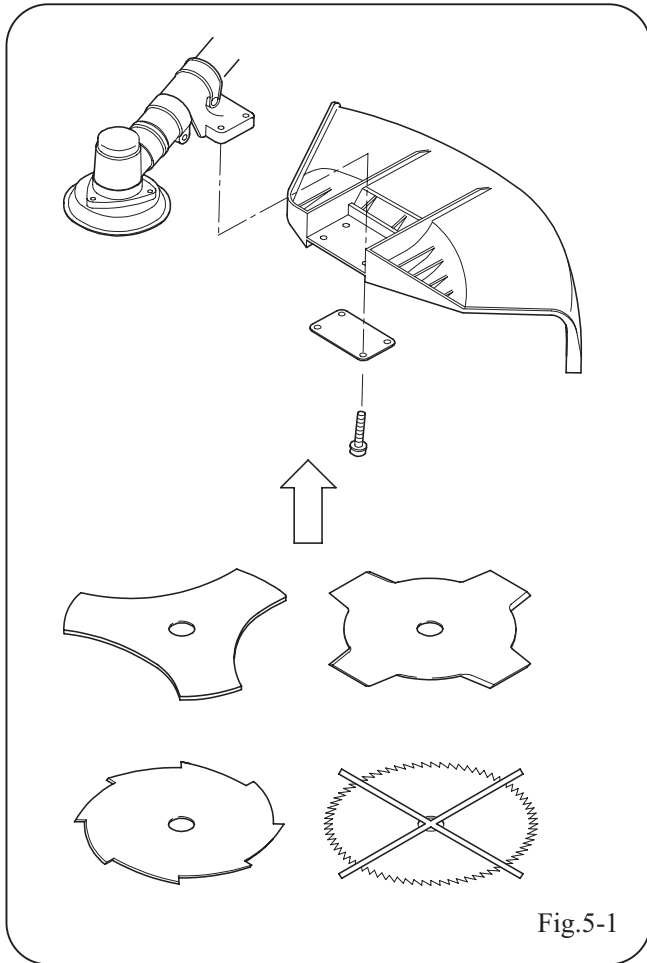

Fig.5-1
1. Om veiligheidsredenen is het absoluut noodzakelijk dat de machine met de juiste beschermingskap wordt gebruikt, wanneer deze is uitgerust met een maaimes. (Fig. 5-1)